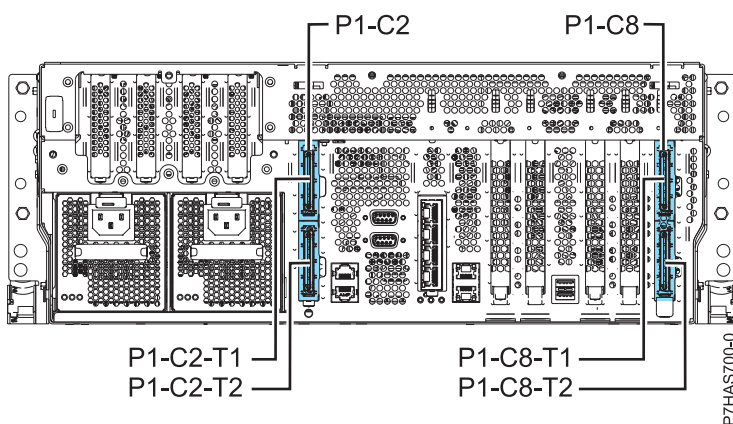

Figure 1. Vue arrière du système 02E/4B ou 05F/6B avec illustration des emplacements d'adaptateur GX++ P1-C2 et P1-C8
- Si le système possède un module de puce processeur, il ne peut prendre en charge qu'un seul adaptateur GX, qui ne peut être installé que dans l'emplacement 1 pour adaptateur GX++ (P1-C2). Si l'unité d'extension PCI en option est installée dans l'emplacement P1-C2, l'emplacement P1-C2 est indisponible pour l'adaptateur GX. Pour connaître les emplacements pour adaptateur GX et les codes d'emplacement correspondants, voir figure 1.